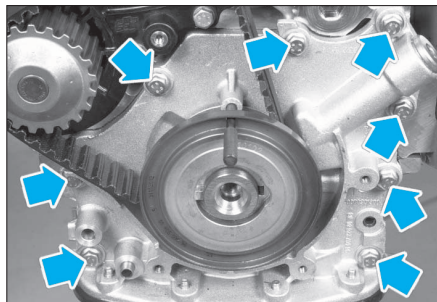

FIG. 28
- les huit vis de la pompe à huile en bout de vilebrequin (Fig.28).